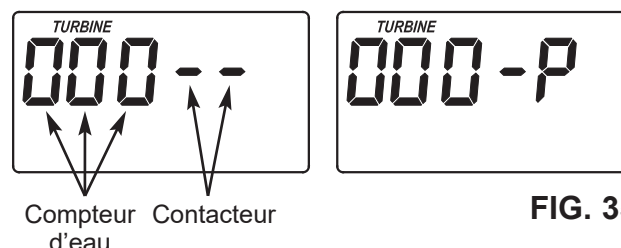

FIG. 35
3. La lettre « P » suivi d'un ou de plusieurs tirets indique le fonctionnement du contacteur de POSITION (consultez la figure 35). Si la lettre apparaît, le contacteur est fermé. Si le tiret apparaît, le contacteur est ouvert.